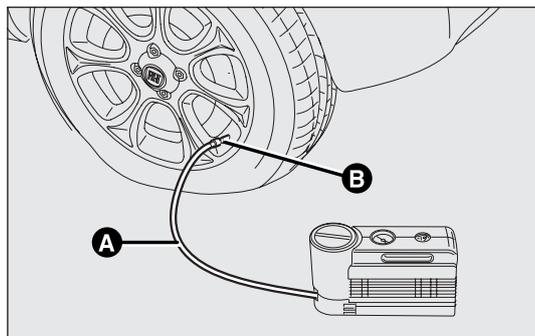

fig. 152
- Azionare il freno a mano. Svitare il cappuccio dalla valvola del pneumatico, estrarre il tubo trasparente di riempimento A-fig. 152 ed avvitare la ghiera B sulla valvola del pneumatico;